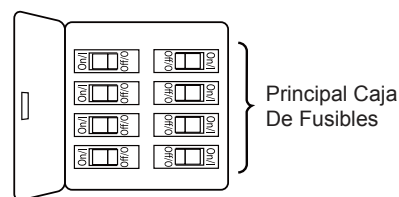

Figura 1
Uso de perfil bajo (Figura 1)
1. Extraiga la pieza de la bola colgante de la unidad de la bola colgante / varilla aflojando el tornillo de presión de la bola colgante hasta que la bola se libere de la varilla. Retire el pasador del barral y luego extraiga la semiesfera. Conserve el pasador y la semiesfera para su reinstalación en el paso 6. (Figura 1)
Para evitar una posible descarga eléctrica, asegúrese de cortar la alimentación eléctrica de la caja de fusibles principal antes de colgar el ventilador. (Figura 1)
1. Para configurar el código de unidad del receptor. Deslice los interruptores de código a las mismas posiciones que en el transmisor. (Figura 1)
1. Instale la cubierta rotando la ranura clave en la cubierta sobre el tornillo de hombro del soporte del gancho, teniendo cuidado de no pillar los cables. Fije el tornillo de hombro. Instale adecuadamente y fije el segundo tornillo de hombro que fue anteriormente guardado. (Figura 1)
1. Alinee los orificios del aspa con el poste el ensamble del motor. Asegúrese de que el aspa esté completamente asentado sobre el volante del ensamble del motor. Coloque la placa de la pala sobre la pala con los orificios alineados e instale la placa en la rueda giratoria usando los tornillos de cabeza serrada, pero no los fije completamente, fije completamente los tornillos para fijar las palas en la rueda giratoria del motor. (Figura 1)